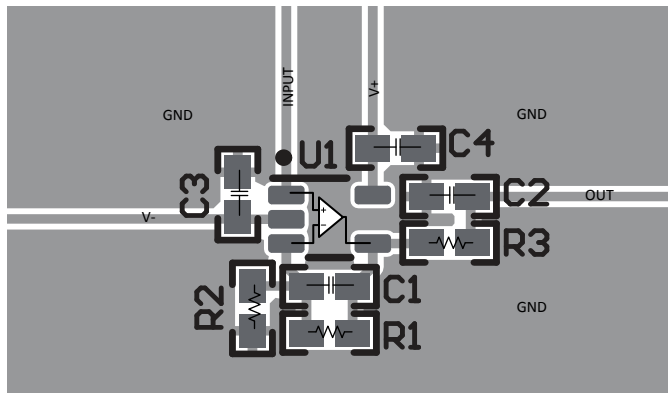

图 7-4. SC70 (DCK) 封装的布局示例
- 外部元件应尽量靠近器件放置。如图 7-4 所示，使  $R_F$  和  $R_G$  靠近反相输入可更大限度减小寄生电容。